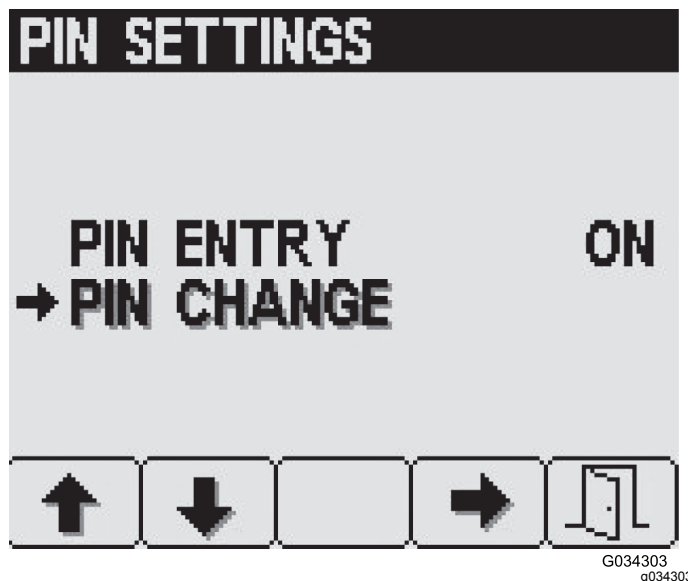

Figura 32
3. Desde la pantalla de Ajustes de PIN, pulse el botón 2 para navegar por la opción de Cambio de PIN, y luego pulse el botón 4 para seleccionar Cambio de PIN (Figura 32).